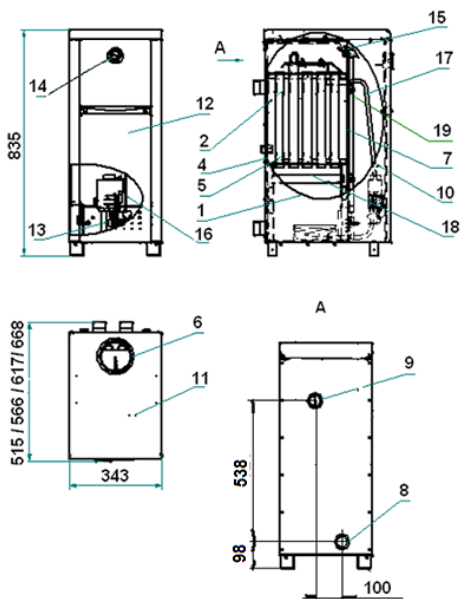

Рис.1 Котлы КС-Г -12S/16S/20S/24S
5.2.2 Котлы КС-Г ... (рис.1, 2) состоят из прямоугольной топки 1 с дымогарными трубами 2. Вокруг топки имеется водяная рубашка 4. Дымогарные трубы 2, выходящие из топки, проходят через водяную полость котла к дымоходу 6. В дымогарных трубах 2 расположены турбулизаторы 5 для дополнительного отбора тепла и увеличения КПД.
Остальное см. рис.1
Автоматика безопасности: датчик тяги 15 рис.1, 2 (на дымоходе котла) и термopара 4 предназначены для прекращения подачи газа к основной и к пилотной (запальной) горелке 2 при отсутствии тяги в дымоходе, при прекращении подачи газа или погасании пилотной (запальной) горелки.